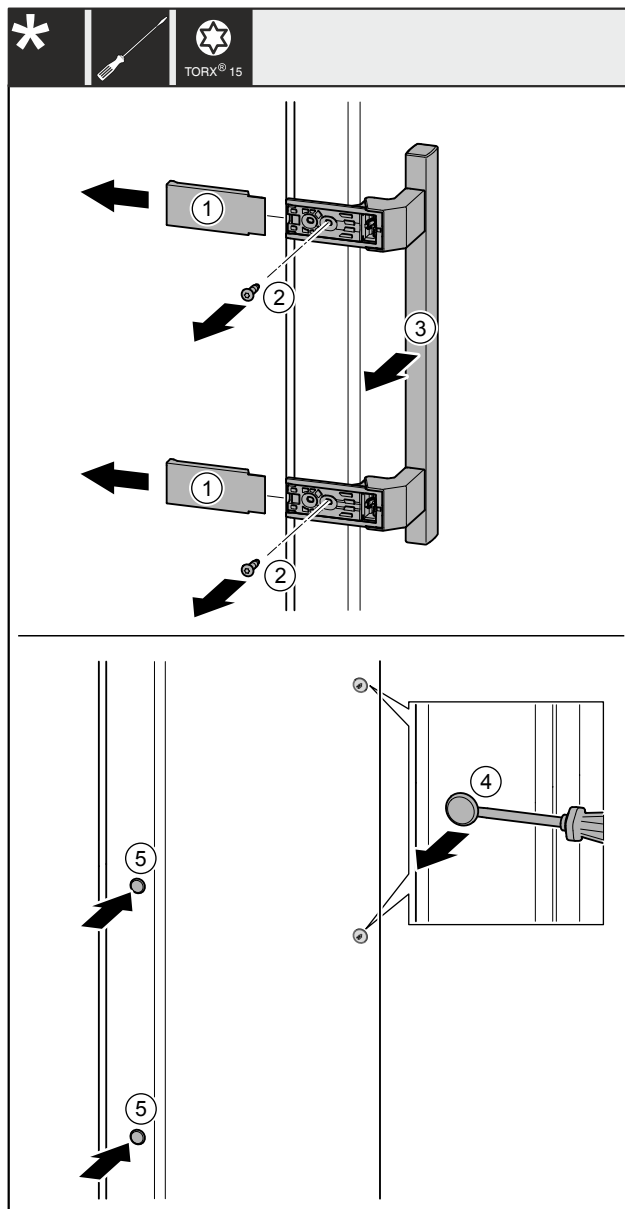

Fig. 40
- Húzza le a fedelet Fig. 40 (1).
- Tekerje ki a csavarokat Fig. 40 (2) csavarhúzóval.
- Vegye le a fogantyút Fig. 40 (3).
- Óvatosan emelje meg és húzza ki az oldalsó dugót Fig. 40 (4) lapos csavarhúzóval.
- Tegye vissza a dugót Fig. 40 (5) a másik oldalra.